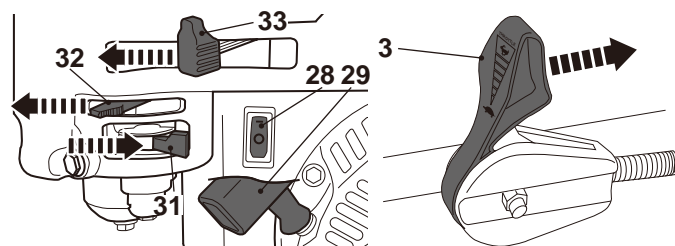
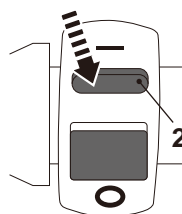

Fig. 32
Fig. 33
- > Mova a alavanca de combustível (31) para a direita para a posição **ON** (ligada) (Fig. 32).
- > Mova a alavanca do estrangulador (32) para a esquerda (posição **fechada**).
- > Mova a alavanca do acelerador no guiador (3) para a frente ou mova a alavanca do acelerador (33) para a esquerda.
- > Coloque os interruptores de ignição (2, 28) na posição "I" (Fig. 33).